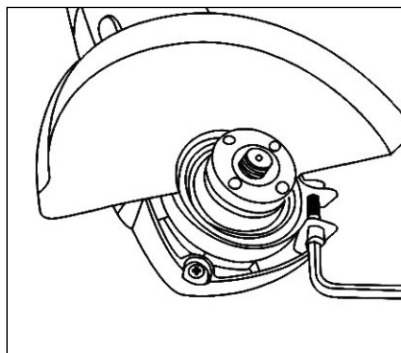
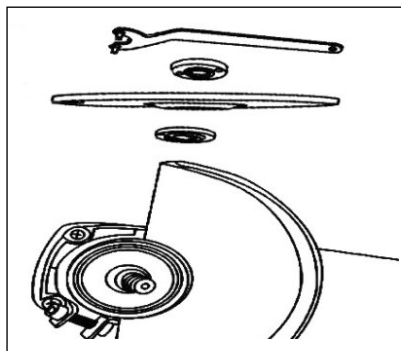

Рис. 1
Рис. 2
Установите кожух диска, выровняв выступ на полоске кожуха диска с выемкой в редукторе. После этого поверните кожух примерно на 180°. Обязательно крепко затяните фиксирующий винт (Рис.1 и Рис.2). Для снятия кожуха выполните операции в обратном порядке.
1) Установите внутренний фланец на шпиндель. Наденьте круг на внутренний фланец и накрутите стопорную гайку на шпиндель. (Рис.2).